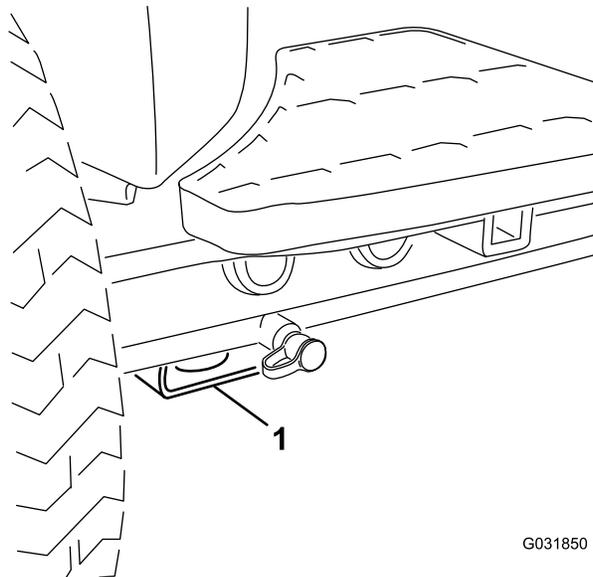

Рисунок 72
- В передней части используйте прямоугольную подкладку под трубой моста внутри каждого переднего колеса (Рисунок 72).